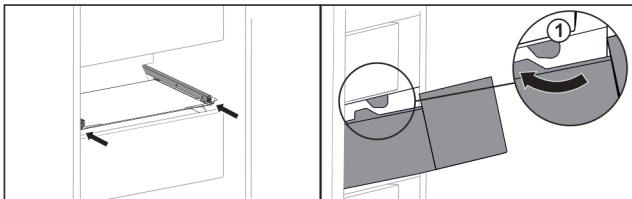

Fig. 38
- ▶ Прокарайте чекмеджето около ограничителите Fig. 38 (1).